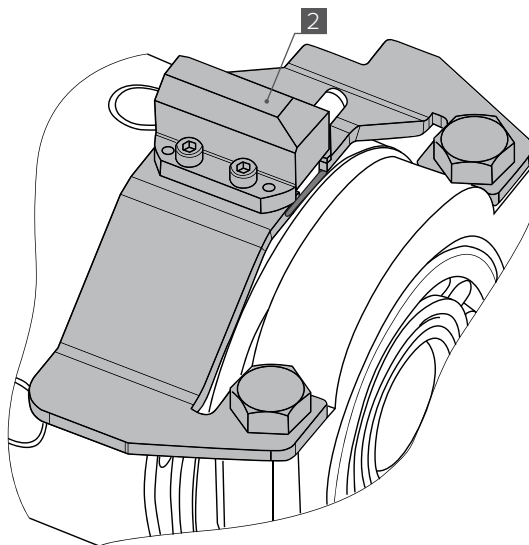

Рис. 8
6. Установите пневматический привод в сборе [2] под болты крепления бугеля согласно **Рис. 8**. Вилка включения должна находиться в проточке подвижного фланца включения блокировки. Затяните болты крепления бугеля моментом 140–160 Н·м.